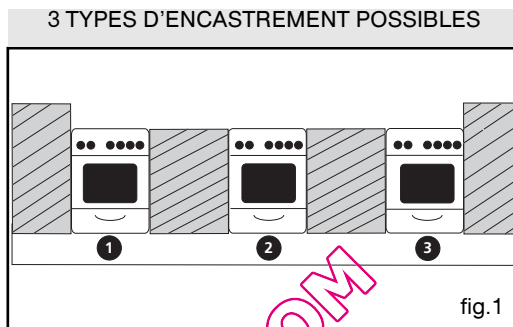

fig.1
• Plat lèchefrite multi-usages fig.1
Vous devez respecter les côtes d'encastrement suivantes (fig.1 et 2):
- Enfoncez un tournevis entre la tôle du capot et la trappe puis faites pivoter la trappe (fig.1).
• **PIEDS REGLABLES - (fig.1)**